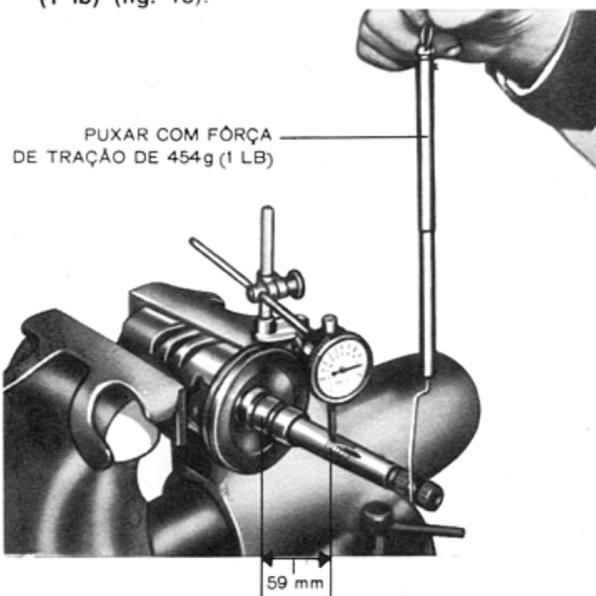

Fig. 18 — Verificação da folga axial do sem-fim
- Verificar se existe excessiva folga axial, com o êmbolo firmemente prêsso numa morsa, com a cremalheira para cima e com o sem-fim aproximadamente no seu centro de curso. A folga axial na direção vertical, medida em um ponto distante (6 cm) da flange do êmbolo não deverá exceder a 0,2 mm (.008") quando a extremidade do sem-fim for puxada para cima com uma força de 454 g (1 lb) (fig. 18).